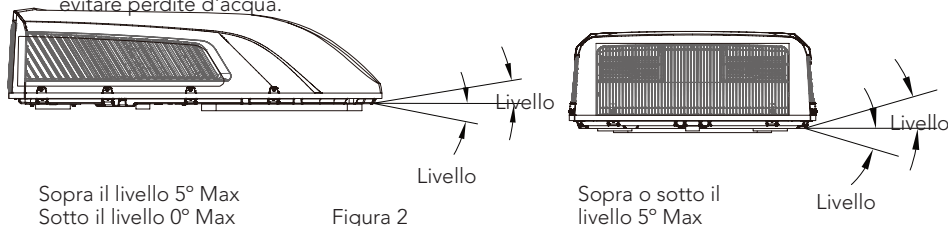

Figura 2
1. Il condizionatore d'aria a tetto deve essere montato su un piano orizzontale procedendo dalla parte anteriore a quella posteriore e da un lato verso l'altro, mentre il veicolo è parcheggiato su un piano orizzontale. La Figura 2 mostra i gradi massimi consentiti con i quali l'unità può essere montata sopra o sotto il livello.